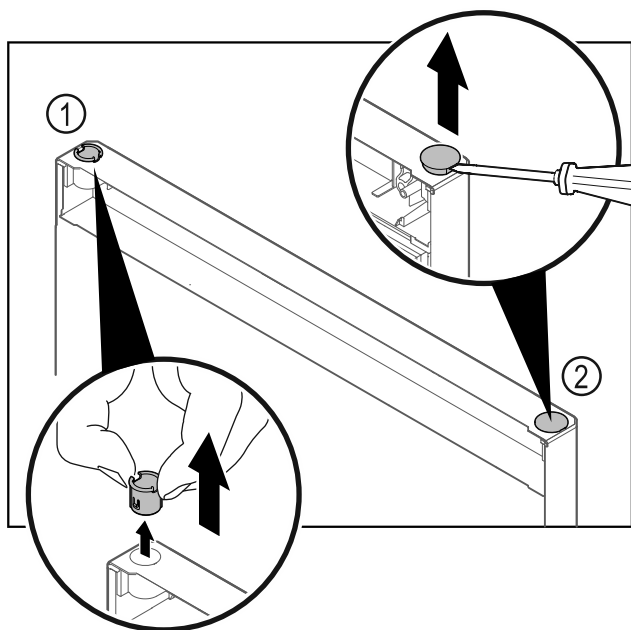

Fig. 17
- Extraer el casquillo de bisagra Fig. 17 (1) con los dedos.
- Levantar cuidadosamente el tapón Fig. 17 (2) con un destornillador para tornillos de cabeza ranurada y extraerlo.